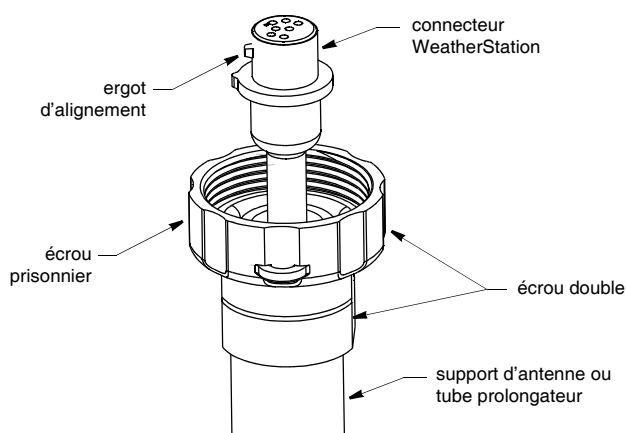

Figure 5. Connexion du câble au capteur WeatherStation
1. Avec l'écrou de fixation du câble vers le connecteur du capteur WeatherStation, passez le câble dans le tube prolongateur (si utilisé), le support d'antenne et la sortie de câble. *Veillez à laisser une longueur de câble libre suffisante au-delà de l'écrou de fixation* (Figure 5).